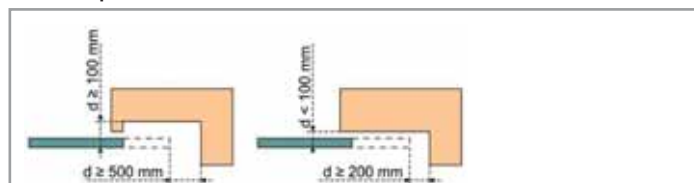

Figure 1 - Distances de sécurité
ZONE 3 Risque d'écrasement avec une partie fixe attenante à l'ouverture	Protection par barre(s) palpeuse(s). Valider impérativement que la détection d'obstacle est conforme à l'annexe A de la norme EN 12 453. Protection par des distances de sécurité (voir figure 1).
2.2. Composition du kit - Fig. 1